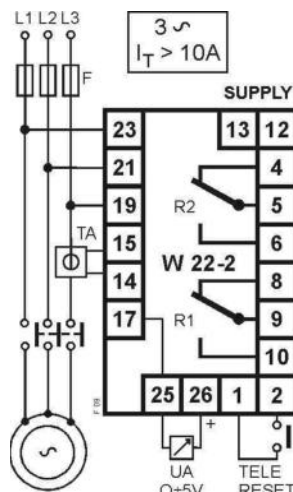

Fig. 9
Seguire lo schema di fig. 9
b) Se  $I_t$  é maggiore di 10A si deve usare un riduttore di corrente esterno (TA).../5 oppure .../1 (schema di fig. 9).
Follow diagram of fig. 9
- b) If  $I_p$  is higher than 10A it is requested an external current transformer (CT) .../5A or .../1A (fig. 9).
Il collegamento si esegue secondo fig.9. Dalla tabella A si ricava che il fondo scala di corrente più vicino, immediatamente superiore al valore di  $I_t$ , è 25A.
(Rif. Fig. 9)
### CONNECTION WITH CT (Ref. Fig. 9)